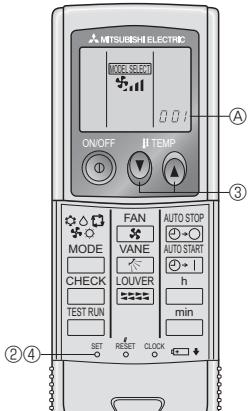

Fig. 6-6
3) Definição (Fig. 6-6)
- ① Introduza baterias.
- ② Prima o botão SET com algo de bico.
- ③ Prima o botão temp Ⓑ Ⓒ para definir o N° do Modelo.